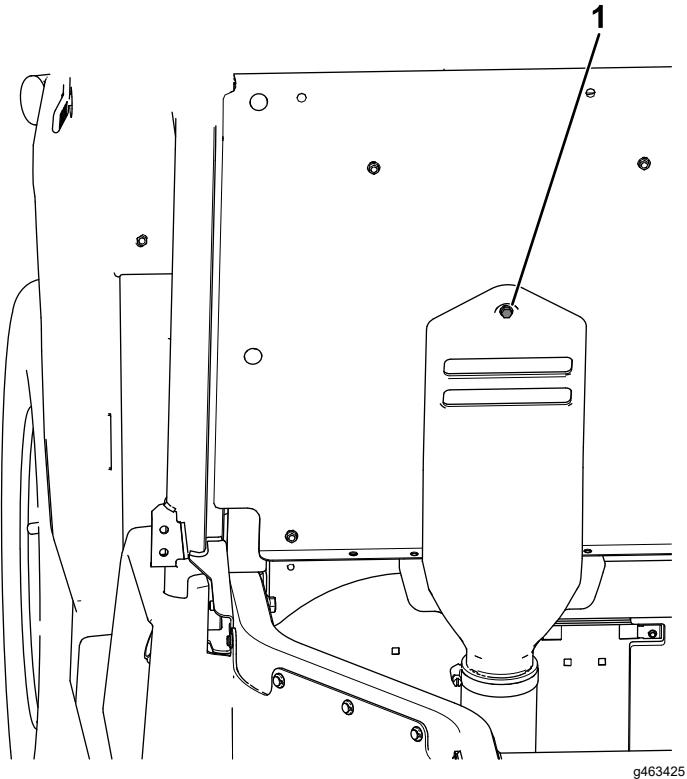

Figure 28
F. Insérez le boulon captif fixé au capot d'admission de CVT dans le trou indiqué du panneau de siège (Figure 28).